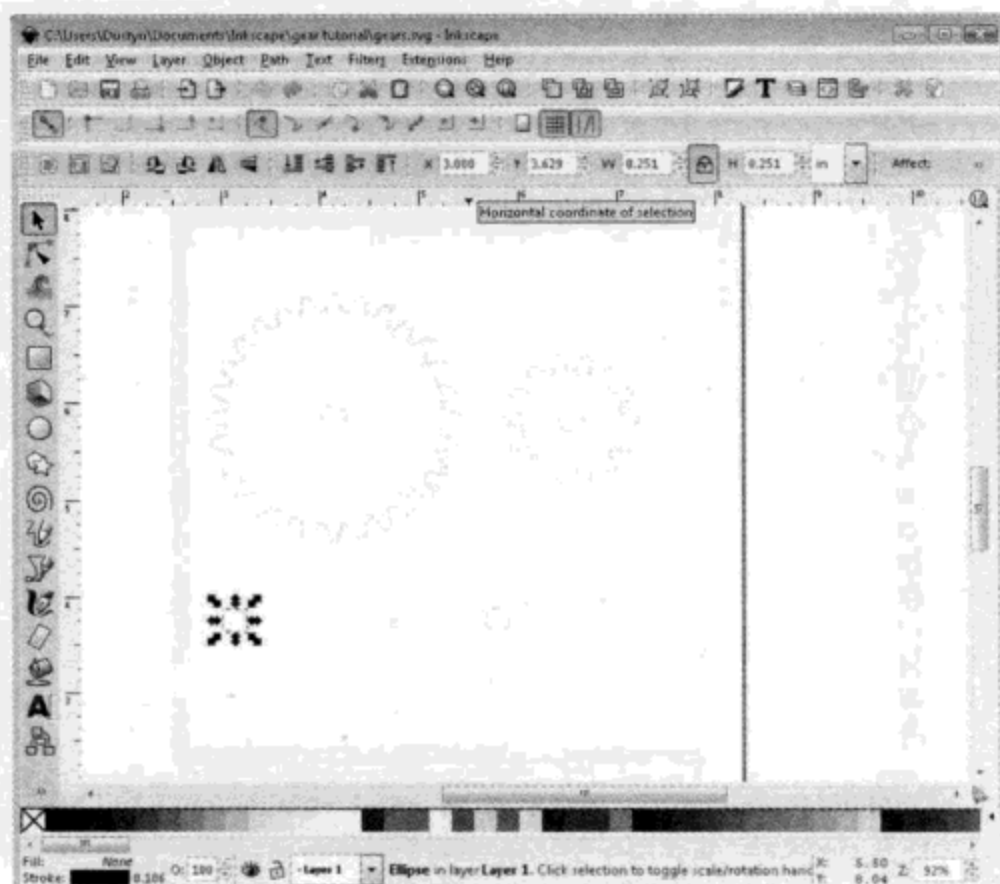
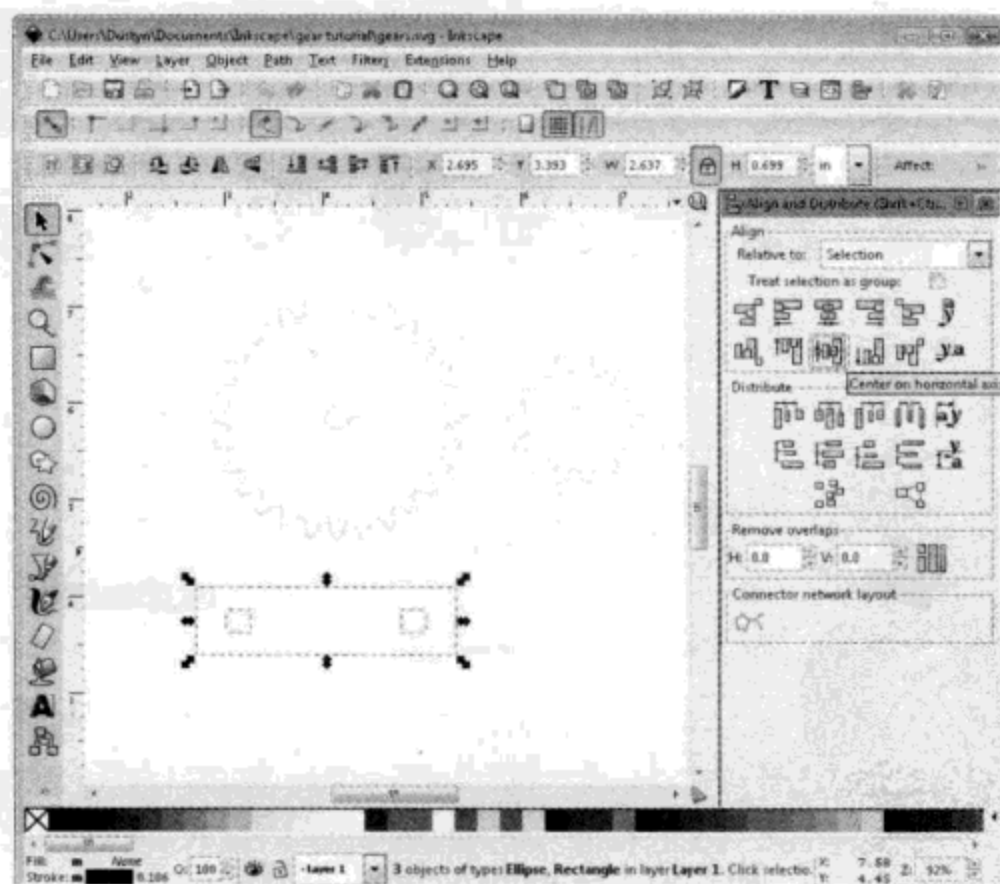

图7.33 齿轮基座的孔的放置
图7.34 要传给Ponoko的齿轮与基座
① 用表 7.1 的公式计算两个齿轮的中心距。两个齿轮的径节均为 24 像素，压力角为  $20^\circ$ 。大齿轮有 28 个齿，小齿轮有 14 个齿。前面说过，可以将以像素为单位表示的径节转换为以 in 为单位的径节尺寸，此处为 11.781 in。看表 7.1 就可知道，只要知道两个相互啮合的齿轮的齿数就可以计算中心距，所用的公式为  $CD = (N_1 + N_2)/2P$ ，计算出的中心距  $CD = 1.783$  in。
② 拷贝齿轮圆心，把它们粘贴在模板的下半部分，间距约为 2 in。选择离左边最远的那个圆，把工具栏上的坐标值改为 3 in，然后按下 ENTER，屏幕应如图 7.33 所示。
③ 重复相同的步骤，把第 2 个圆放在第 1 个圆的右边，坐标值为 4.783 in。这个值是计算出来的中心距 (1.783 in) 加上第 1 个圆坐标值 (3.000 in) 的和。
④ 在这两个圆的周围画一个矩形框，基座就完成了。两个圆与矩形框的排列如图 7.34 所示。
(10) 现在就准备要上传到 Ponoko 网站的文件。
① Ponoko 用颜色来表示处理文档的方式。0.030 mm 的蓝线表示要切透。选中你画的所有的图，在屏幕底部的调色板点蓝色，同时按住 SHIFT 键。